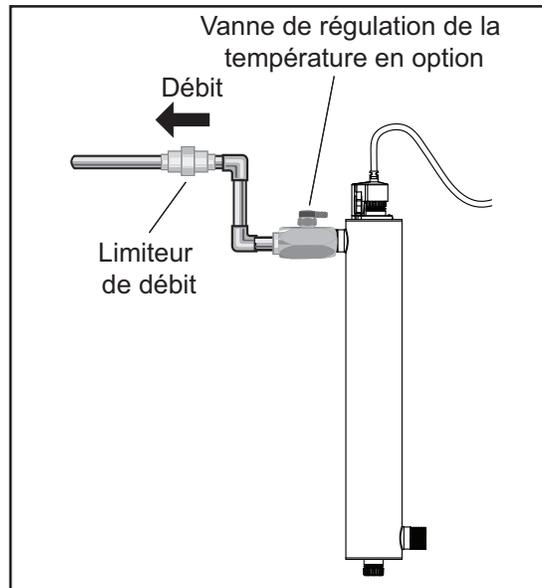

Figure 5 Limiteur de débit
- Montez le système au mur à l'aide des pinces fournies. Différentes méthodes de branchement peuvent être utilisées pour brancher la source d'eau au système, cependant les connecteurs de type union sont recommandés. L'utilisation d'un dispositif de limiteur de débit permettra de maintenir le débit nominal du fabricant. Le limiteur de débit doit être installé sur l'orifice de sortie, il est conçu pour être installé sans une seule direction. Assurez-vous que l'écoulement de l'eau correspond à la direction de l'écoulement comme indiqué sur le limiteur de débit. Consultez la Figure 5.